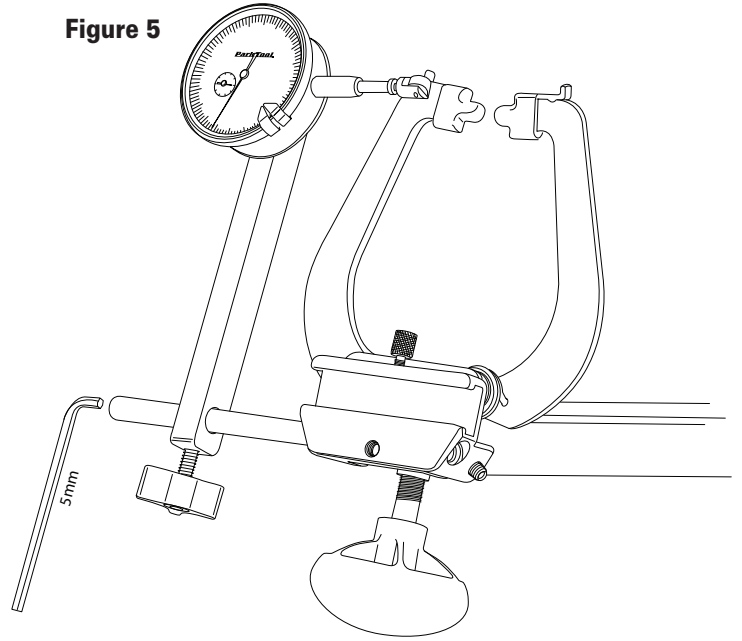

Figure 6
6. Installer le cadran de mesure du saut en glissant la tige (Réf. 7) dans le support de fixation (Réf. 2) en suivant les indications de la Figure 6. Fixer le tout en serrant la vis (Réf.8).